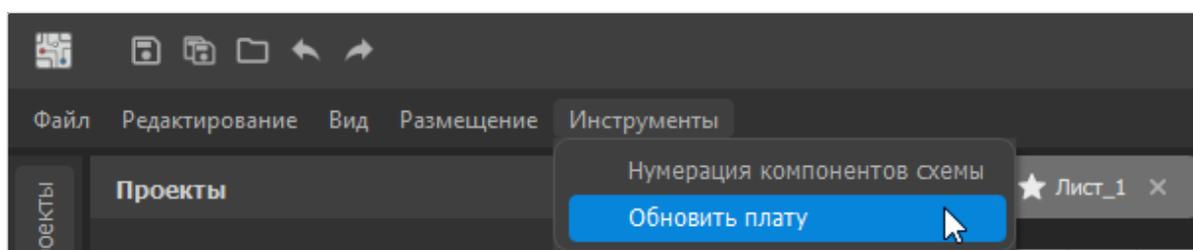

Рисунок 46. Пункт меню «Обновить плату»
- 1) Вызвать команду меню *Инструменты* → *Обновить плату* (см. рисунок 46).